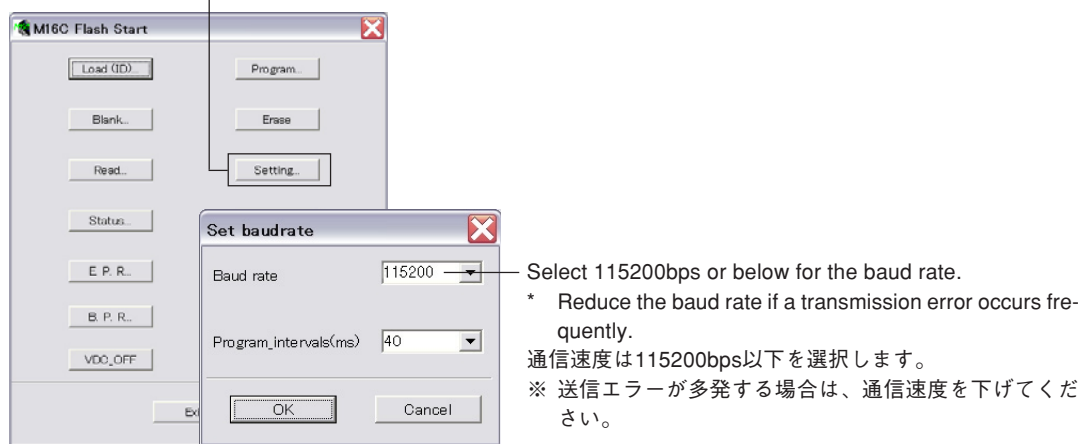

Fig. 4
7. Click [Setting] and set the baud rate. (Fig. 4)
7. [Setting]をクリックし、通信速度の設定を行います。(Fig. 4)